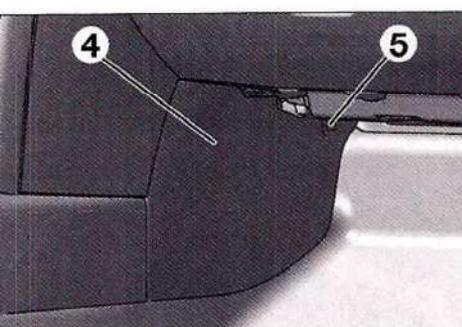

FIG. 20
Desmontar las grapas (5), y la tapa (4) (Fig.20).